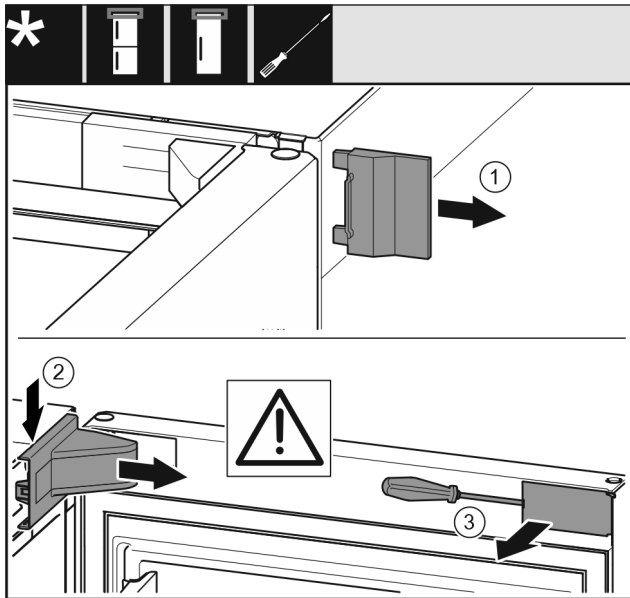

Fig. 6
- ▶ Снимите внешнюю крышку. Fig. 6 (1)
- ▶ Освободите и отсоедините крышку опорного кронштейна. Снимите крышку опорного кронштейна. Fig. 6 (2)
- ▶ При помощи шлицевой отвёртки освободите накладку и отведите в сторону. Fig. 6 (3)